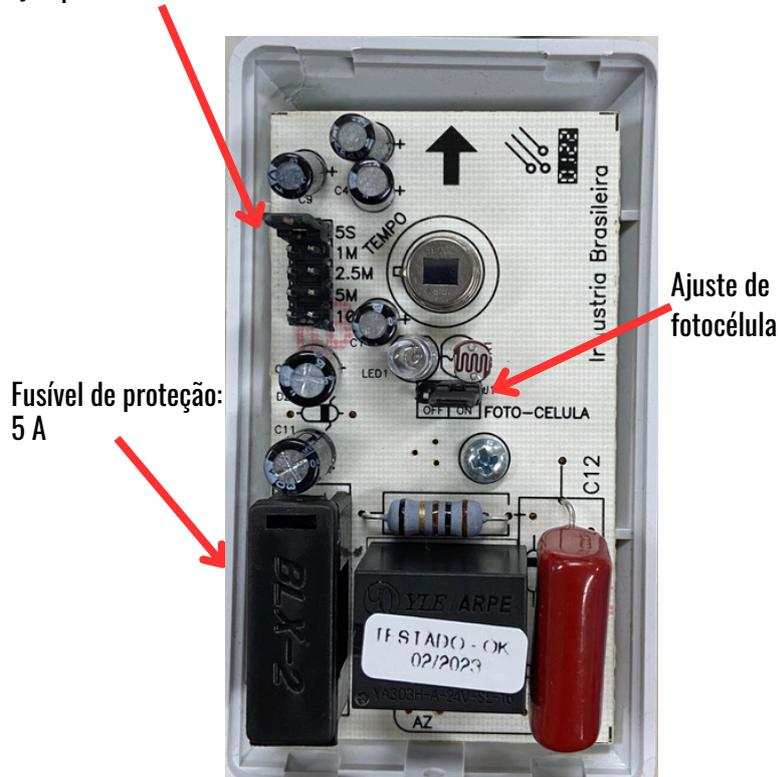

Figura 3
4. Abra o sensor retirando a tampa que cobre a lente, mantenha o jumper do tempo no mínimo (figura 3) e a fotocélula desligada (figura 4);
7. Ajuste o tempo conforme a figura 3;